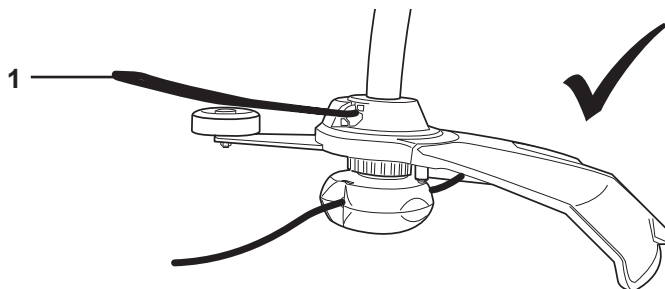

Fig. 10
2. Asegúrese de que el protector de plantas (1) esté doblado hacia arriba después del montaje (Figs. 10, 11).